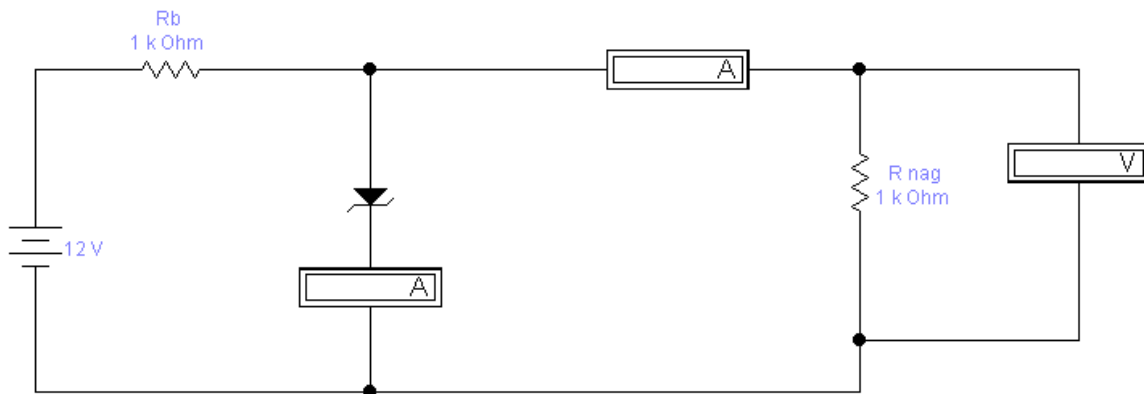

Рисунок 4.43 – Схема напівпровідникового параметричного стабілізатора напруги
1. Побудувати схему в програмі Electronics Workbench (рис. 4.43). Програма дає змогу встановити різні значення опорів $R_{бал}$ (R_b) і R_n ($R_{наг}$) у параметричному стабілізаторі. У цій схемі як лінійний елемент використовують R_b , а як нелінійний – кремнієвий стабілітрон, який включений у зворотному напрямі.
8. Змінити в запропонованій схемі (рис. 4.43) значення R_b на 10 КОм.